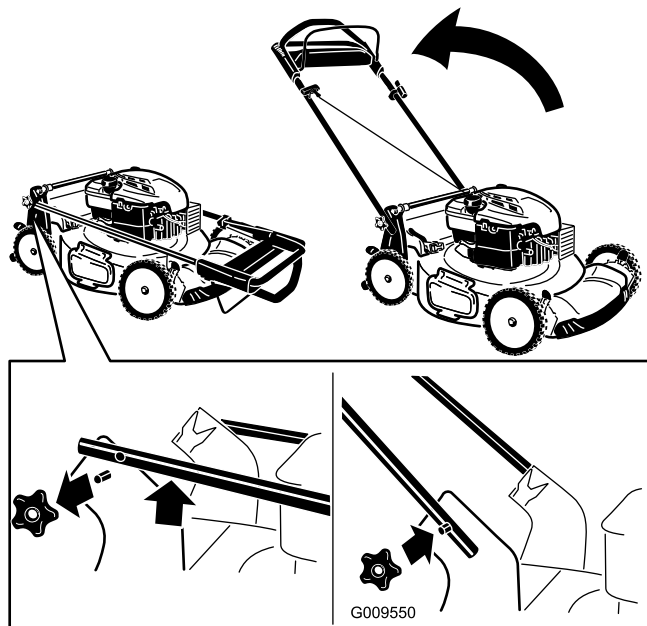

Figure 4
1. Retirez les boutons du guidon de la machine (Figure 4).
3. Montez et serrez les boutons du guidon retirés à l'opération 1 (Figure 4).